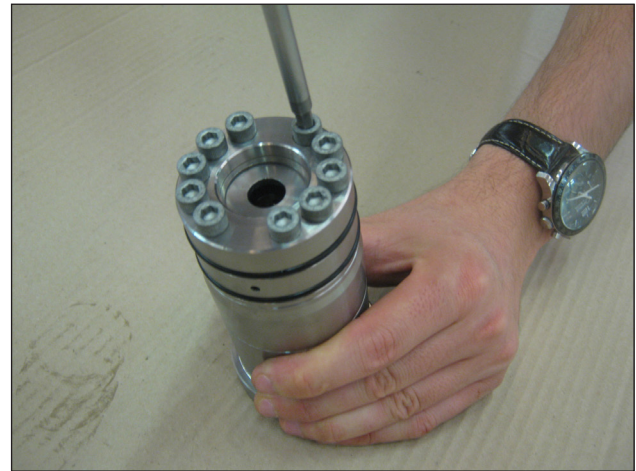

Abb. 49
- Montieren Sie die Baugruppen ND- und HD-Dichtungshalter – Buchse und drehen Sie die Schrauben M6x80 gemäß Abb. 49 von Hand ein. Eichen Sie anschließend mit einem Drehmomentschlüssel, wie in Kapitel 3 gezeigt.